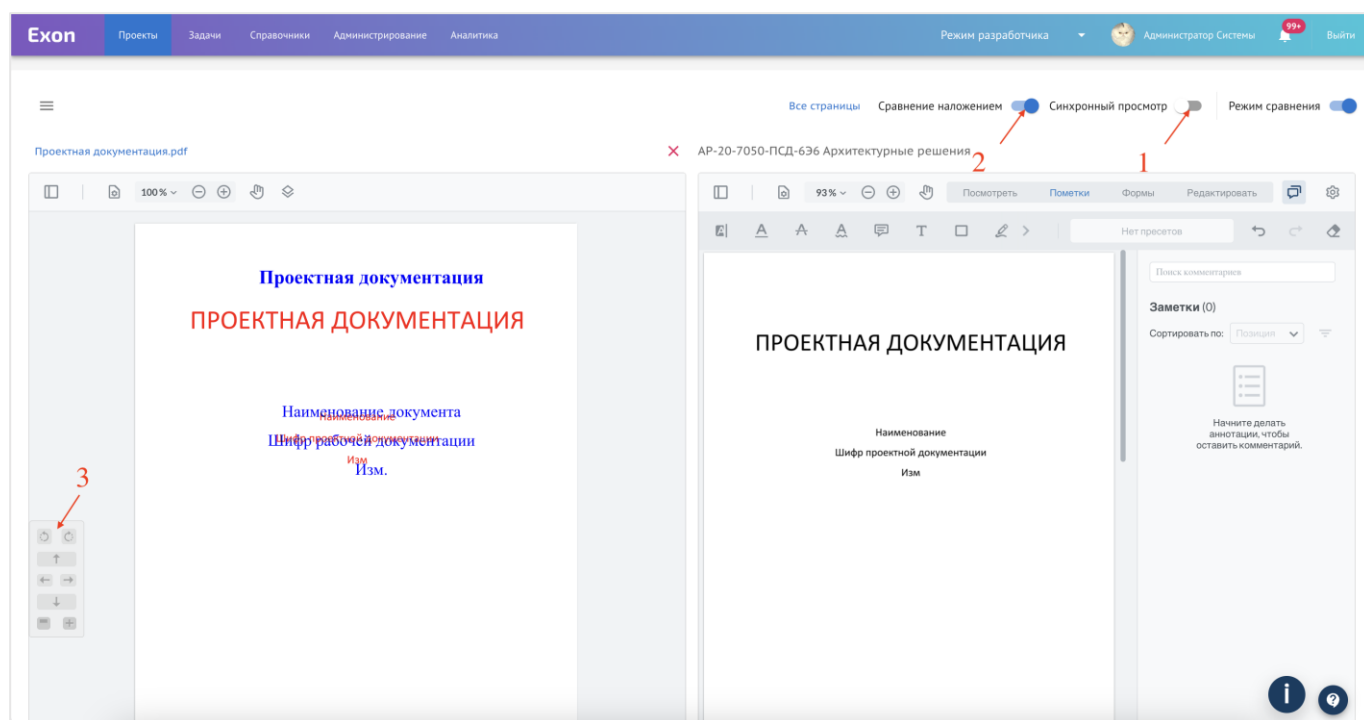

Рис. 87 - Сравнение наложением
находится в правом окне. С помощью пульта (3), расположенного в левом нижнем углу версии, можно перемещать относительно друг друга (рис. 87).